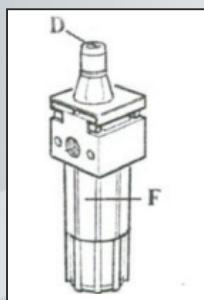

Рисунок 32
Для смазки подвижных частей пневмоцилиндров и пневмораспределителей следует заливать в маслораспылитель масло индустриальное И-20 или И-40А. Регулярно проверяйте уровень масла в маслораспылителе. При необходимости доливайте, открутив стакан маслораспылителя F (рисунок 32).
2. Капля масла должна падать в прозрачный стакан маслораспылителя при каждом третьем или четвертом нажатии на педаль (13). В противном случае, отрегулируйте с помощью отвертки установочный винт D маслораспылителя (Рисунок 32).